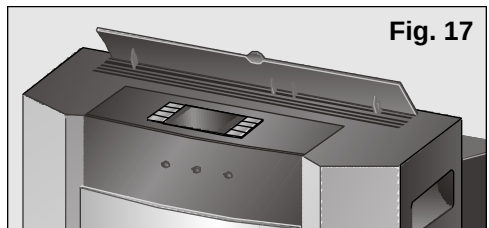

Fig. 17
- ☐ Levez l'orientateur d'air situé dans la partie supérieure de l'appareil, Fig. 17.